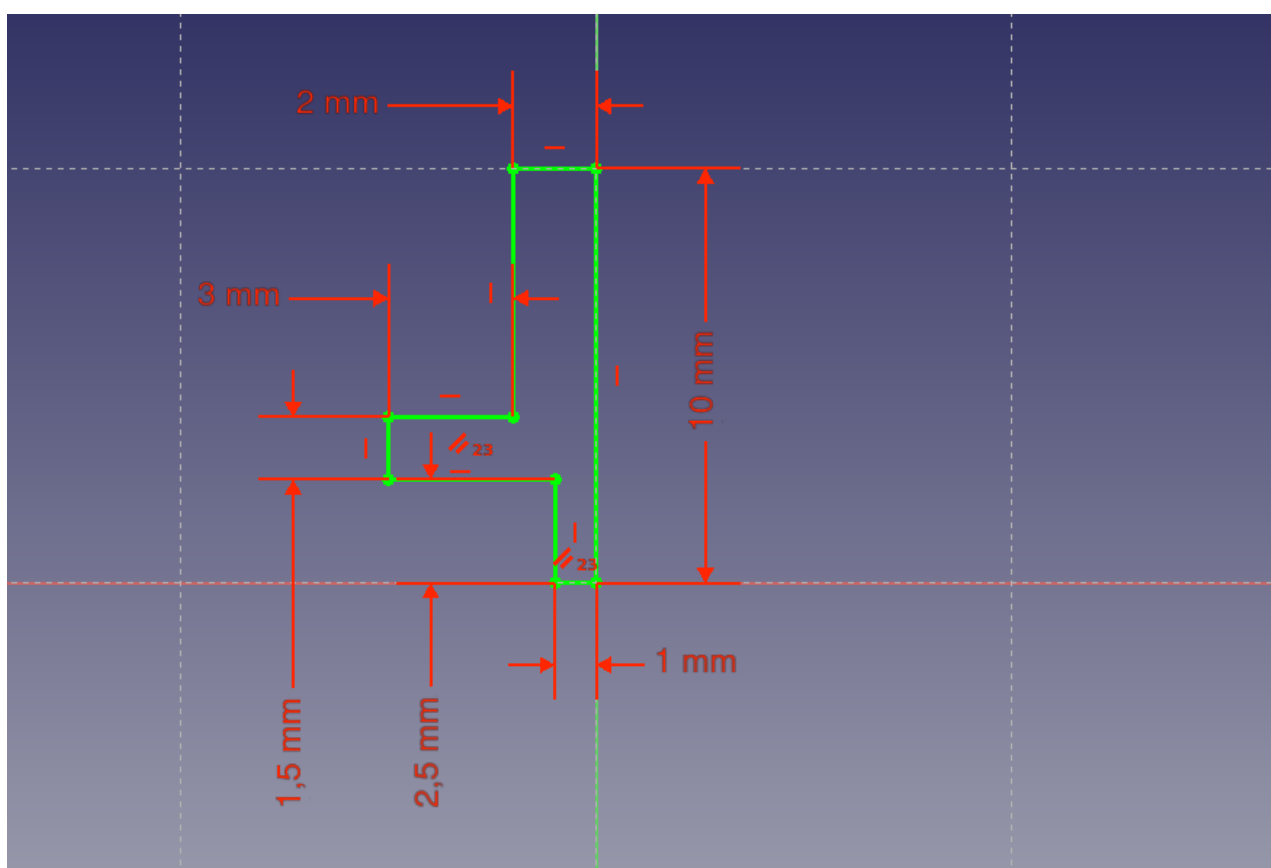

Рис. 7. Эскиз профиля фланца
6. Создать эскиз (**Sketch => Create sketch**) профиля фланца в плоскости XY и установить его размеры через систему ограничений «**Constraint**» по аналогии с Рис.7.